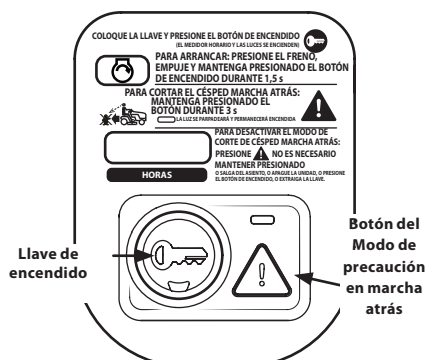

Figura 3-6
- Mantenga presionado el botón MODO DE PRECAUCIÓN EN MARCHA ATRÁS  durante 3 segundos. La luz indicadora parpadeará durante 3 segundos y permanecerá encendida cuando se active el  MODO DE PRECAUCIÓN EN MARCHA ATRÁS. Vea la Figura 3-6.
- La luz indicadora ubicada encima del MODO DE PRECAUCIÓN EN MARCHA ATRÁS  estará ENCENDIDA mientras este modo esté activado. Vea la Figura 3-6.